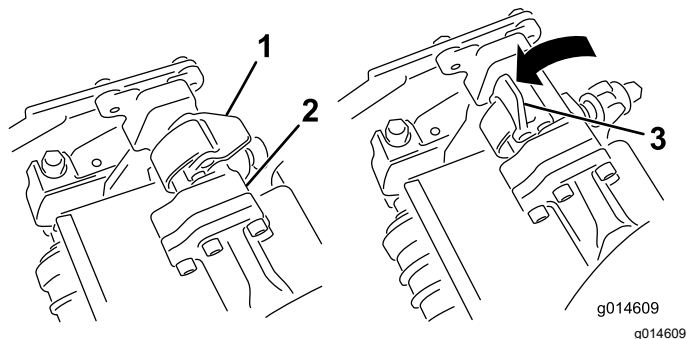
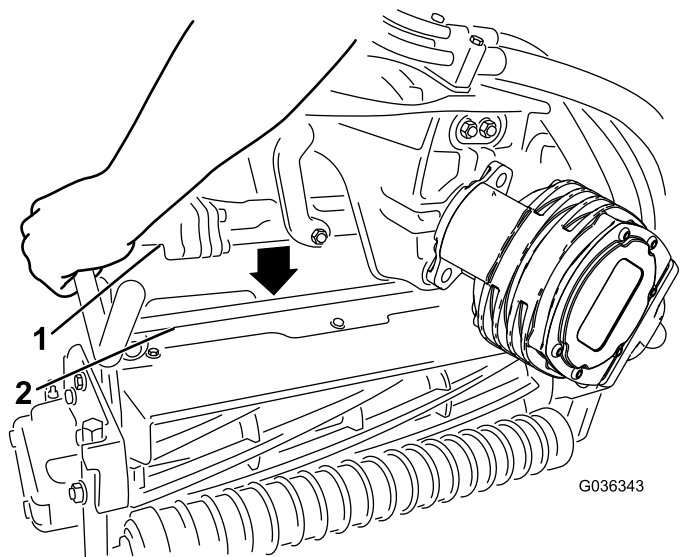

Figura 63
Figura 64
4. Con los enganches del brazo de suspensión orientados hacia arriba (es decir, abiertos (Figura 63), empuje hacia abajo el brazo de suspensión de modo que la barra encaje en la barra situada en la parte superior de la unidad de corte (Figura 64).
5. Presione los enganches hacia abajo alrededor de la barra de la unidad de corte y bloquéelas (Figura 63).
5. Abra los enganches de la barra del brazo de suspensión de la unidad de corte que está retirando (Figura 63).